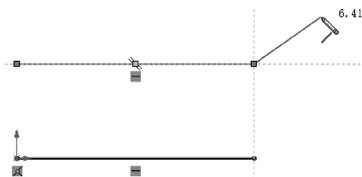

图 7-4 直线预览
**04** 直线预览。在其中一条直线的端点处单击，移开光标，屏幕上预览显示将生成一条直线，如图 7-4 所示。